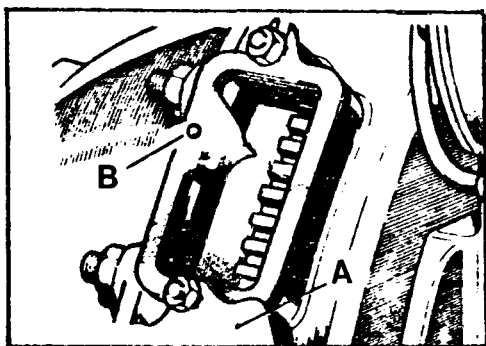

Fig. A1-84 Posicionamiento del índice de referencia
- 1.7. Desmontar la tapa, A (Fig. A1-84) de la ventana de inspección del cárter - del volante y extraer las juntas de corcho de la misma.
- 1.8. Alinear el orificio, B (Fig. A1-84) del índice de referencia, con el granetazo existente en el cárter del volante, para lo cual será necesario, desplazar dicho índice hacia la izquierda o derecha, fijándolo una vez que el orificio y granetazo se encuentren alineados.